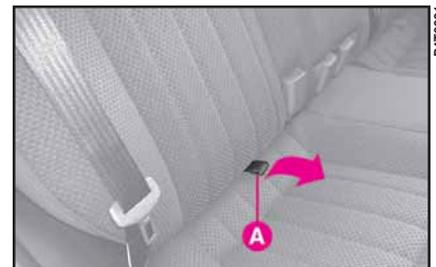

fig. 159
1) Tirare in avanti la maniglia A (fig. 159) posta al centro di ogni cuscino e ribaltarla in avanti nel senso della freccia.